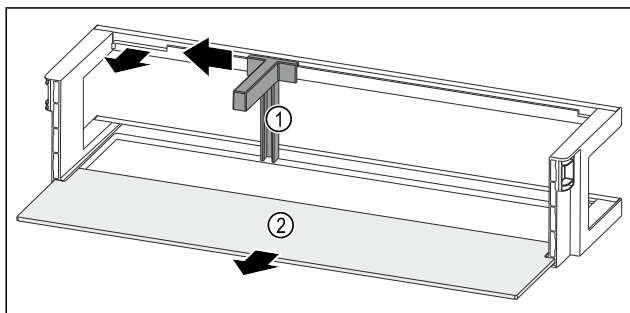

Fig. 128 Dørhylde med flaskeholder og hylde
- Skub flaskeholderen Fig. 128 (1) til siden indtil udsparringen.
- Tag flaskeholderen Fig. 128 (1) ud.
- Tag hylden Fig. 128 (2) ud.